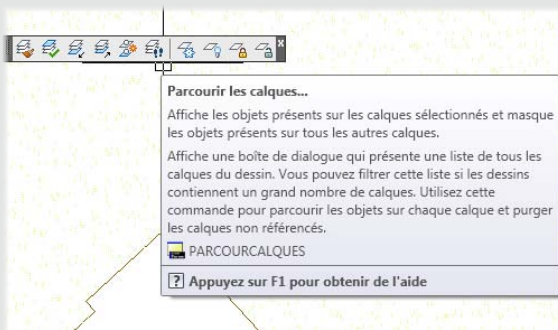
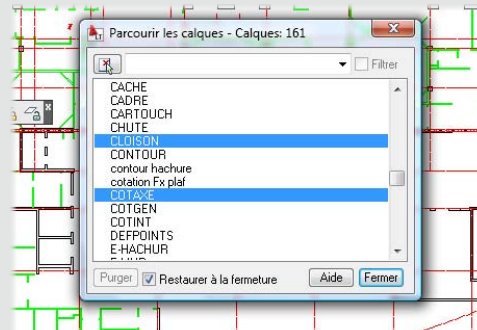

Figure 22
Figure 23
16. L'outil Parcourir les calques de la barre d'outils Calque II (voir Figure 22) permet de créer et de parcourir les calques plus facilement (voir Figure 23).